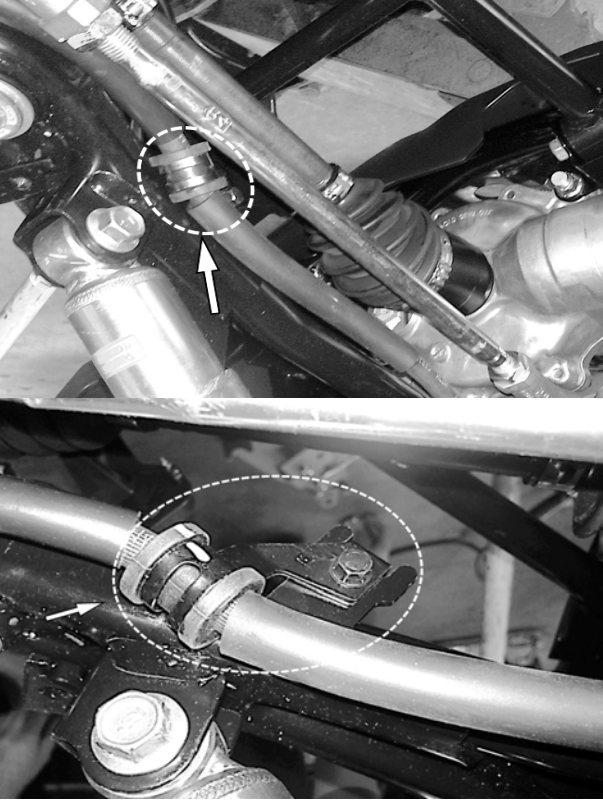

Fig. 15
5. Réinstaller les brides à la fixation près du milieu du bras de suspension. Voir la Fig. 15